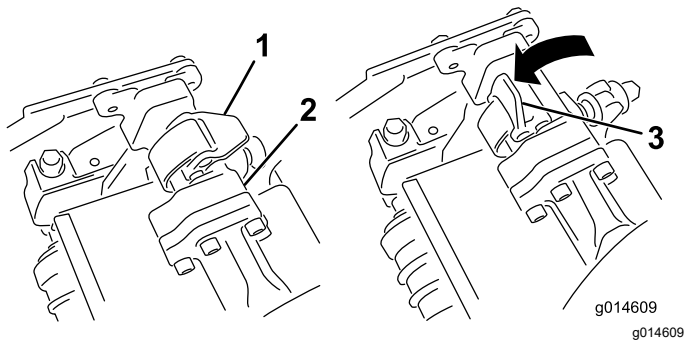
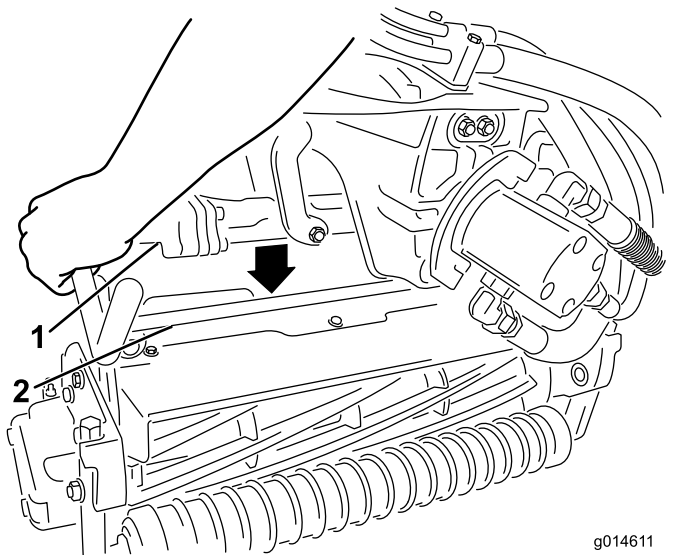

図 47
図 48
3. サスペンションアームのバーについているラッチを上向き開いた状態にして 図 47、サスペンションアームを押し下げて、バーを、カッティングユニットのバーの上に被せるようにする 図 48。
4. ラッチを下げて閉じるとカuttingユニットのバーがロックされてユニットがアームにセットされる 図 47。
4. 取り外したいCuttingユニットのサスペンションアームのバーについているラッチを開く 図 47。